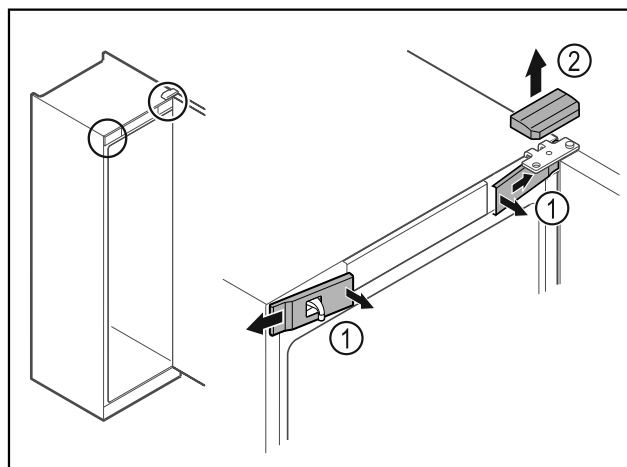

Fig. 8
- ▶ Pattintsa ki belül az elülső burkolatokat Fig. 8 (1), és tegye félre.
- ▶ Vegye le felfelé a felső burkolatot Fig. 8 (2).